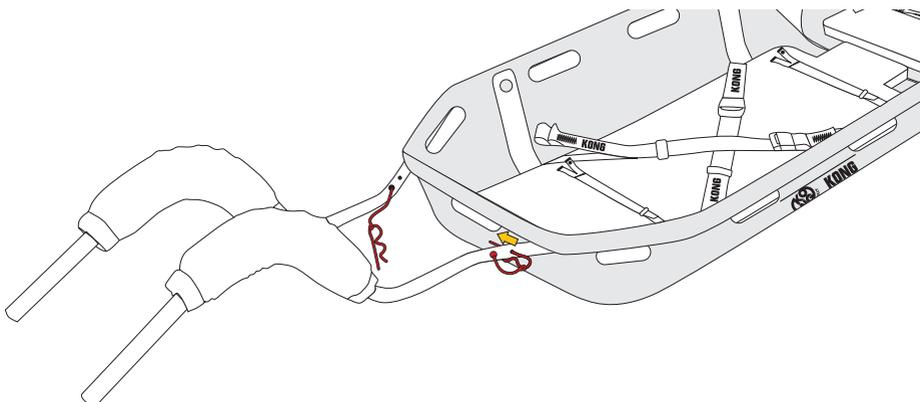

Fig.14
- bloccare il collegamento inserendo la spina sagomata nel relativo foro (fig. 14).